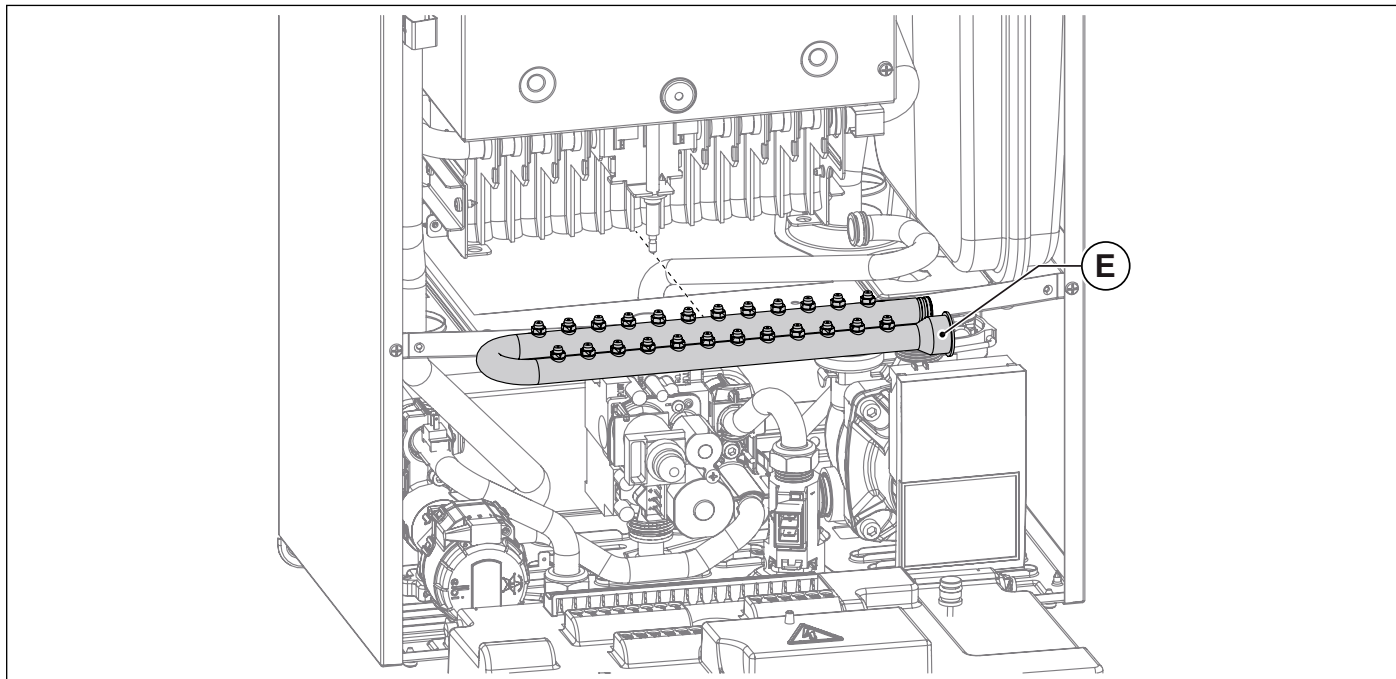

Fig. 16 Coletor de gás
- Remover o coletor do queimados **E** e substituí-lo por aquele correspondente ao novo tipo de gás (ver Fig. 16 Coletor de gás).